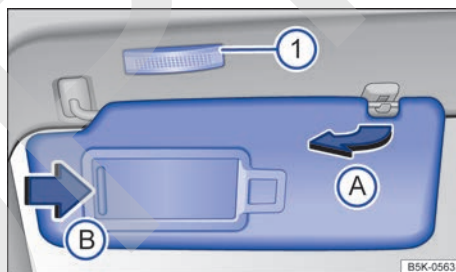

Fig. 127 En el revestimiento interior de la parte delantera del techo: parasol.
- Se pueden extraer del soporte y girar hacia las puertas → fig. 127 A.
En la parte posterior del parasol hay un espejo de cortesía provisto de una tapa. Al desplazar la tapa → fig. 127 B, se enciende una luz → fig. 127 1. ▶